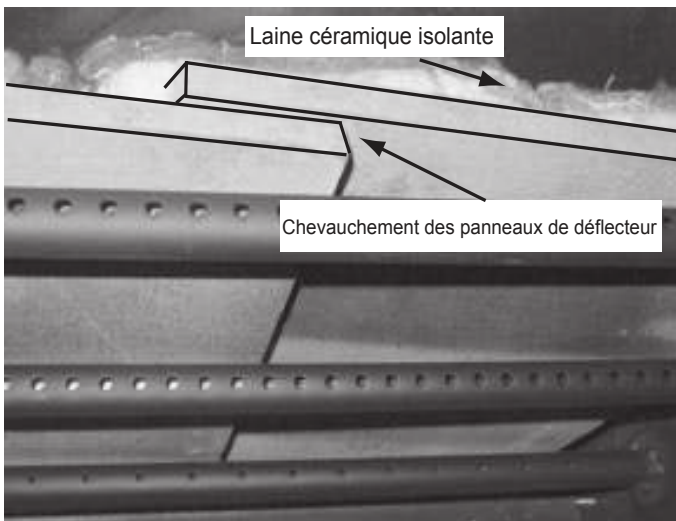

Figure 23.1
3. Une fois que le couvercle de protection du déflecteur a été enlevé, tirez en avant les panneaux du déflecteur et la laine céramique d'environ 25 mm (1 po), puis chevauchez les déflecteurs entre 25-51 mm (1-2 po). **Figure 23.1.**